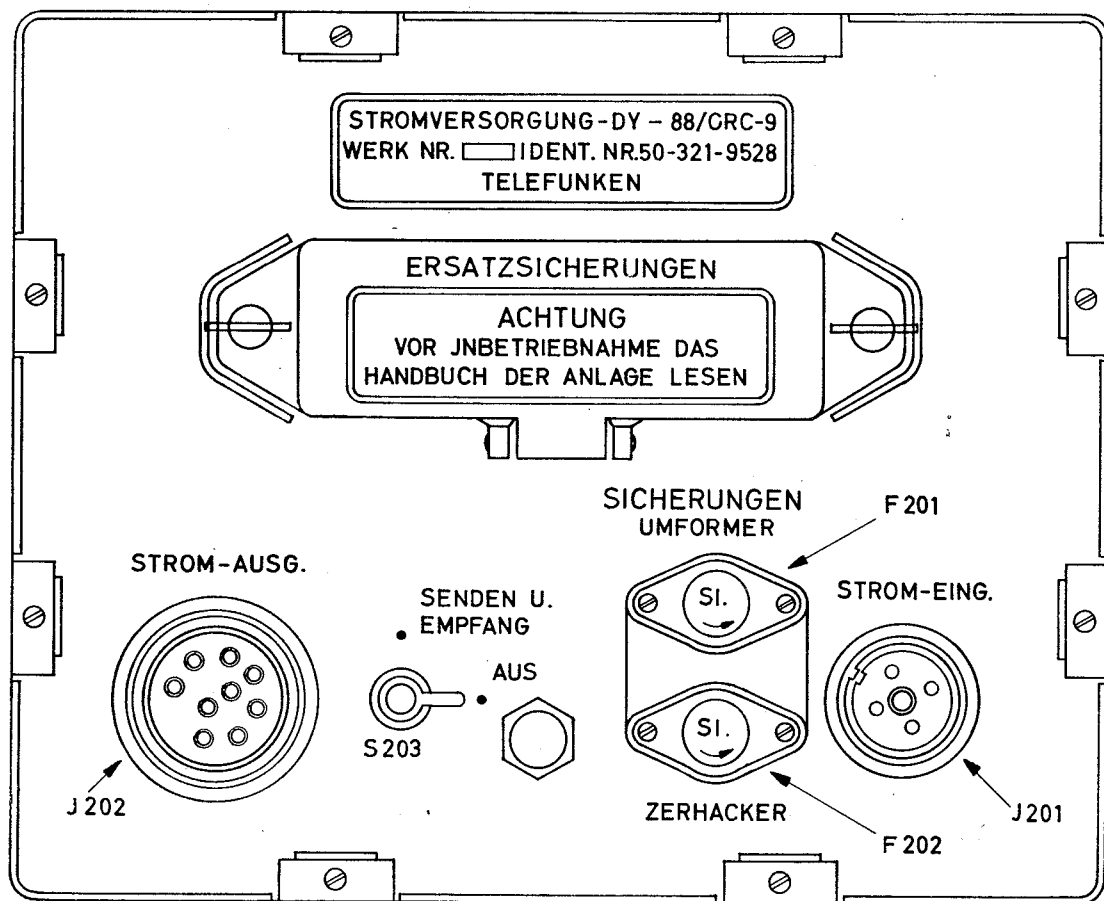

Bild 50 Stromversorgungsgerät DY-88/GRC-9, Frontplatte
2.2.3 Stromversorgungsgerät DY-88/GRC-9 (Bild 50)